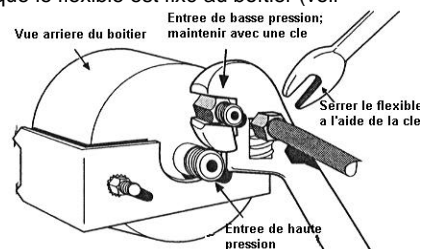

Figure 4
2. Une deuxième clé **DOIT** être utilisée pour le raccordement "basse" pression lorsque le flexible est fixé au boîtier (voir Figure 4). Une clé est utilisée pour maintenir l'arrivée côté boîtier pendant qu'une deuxième clé est utilisée pour serrer le flexible sur cette entrée.